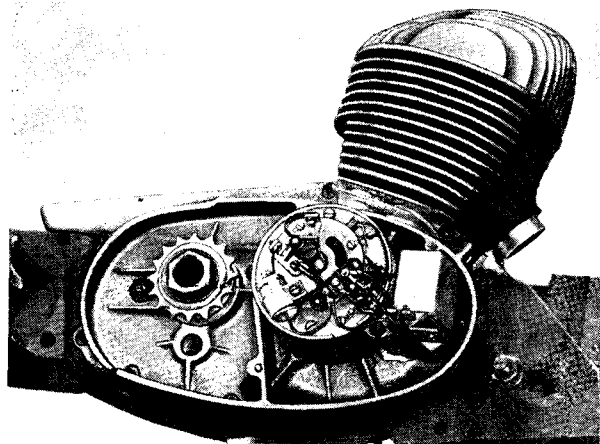

Bild 7
6. **Abschlußdeckel** (Lichtmaschinenseite, 2 Kreuzschlitzschrauben) abnehmen (Bild 7), Kupplungsseil aus Kupplungsknebel aushängen, Anschlüsse 1, 30, D + und Masse am Regler und an der Lichtmaschine mit